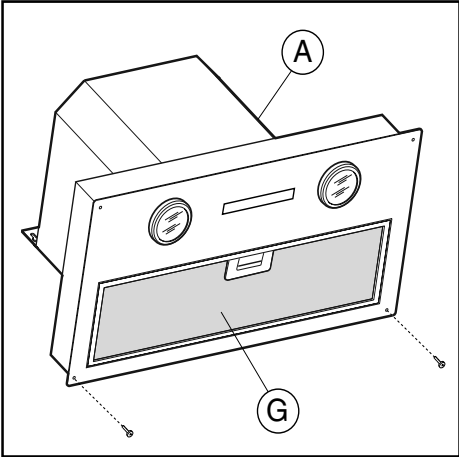
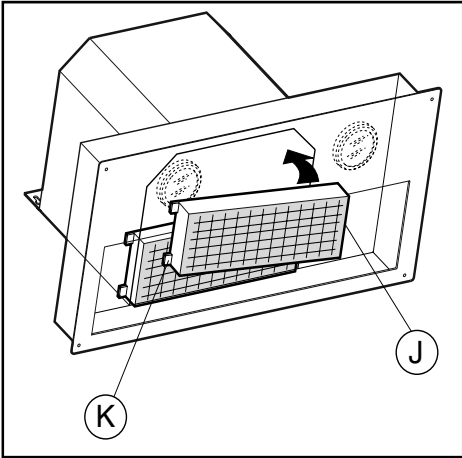

Fig.2
Fig.4
Falls ein Verbindungsrohr verwendet wird, das aus zwei oder mehr Teilen zusammengesetzt ist, muss der obere Teil über den unteren gestülpt werden. Auf keinen Fall darf das Abluftrohr der Küchenhaube an ein Rohr angeschlossen werden, in dem Warmluft zirkuliert oder das zur Entlüftung von Geräten verwendet wird, die an eine andere Energiequelle als an Strom angeschlossen sind. Vor der Durchführung der Montagevorgänge, den/die Fettfilter entfernen, damit sich das Gerät leichter handhaben lässt (Abb.2 G).
Dazu muss zuerst das Gitter **G** entfernt werden (Abb. 2). Dann die Stifte (K) des Filters in die dafür vorgesehenen Öffnungen einführen (siehe Abb. 4). Danach, mit Hilfe der dafür vorgesehenen Griffe, die Stifte (J) nahe des Griffs mit einer nach oben gerichteten Drehbewegung in die dafür vorgesehenen Öffnungen einsetzen.